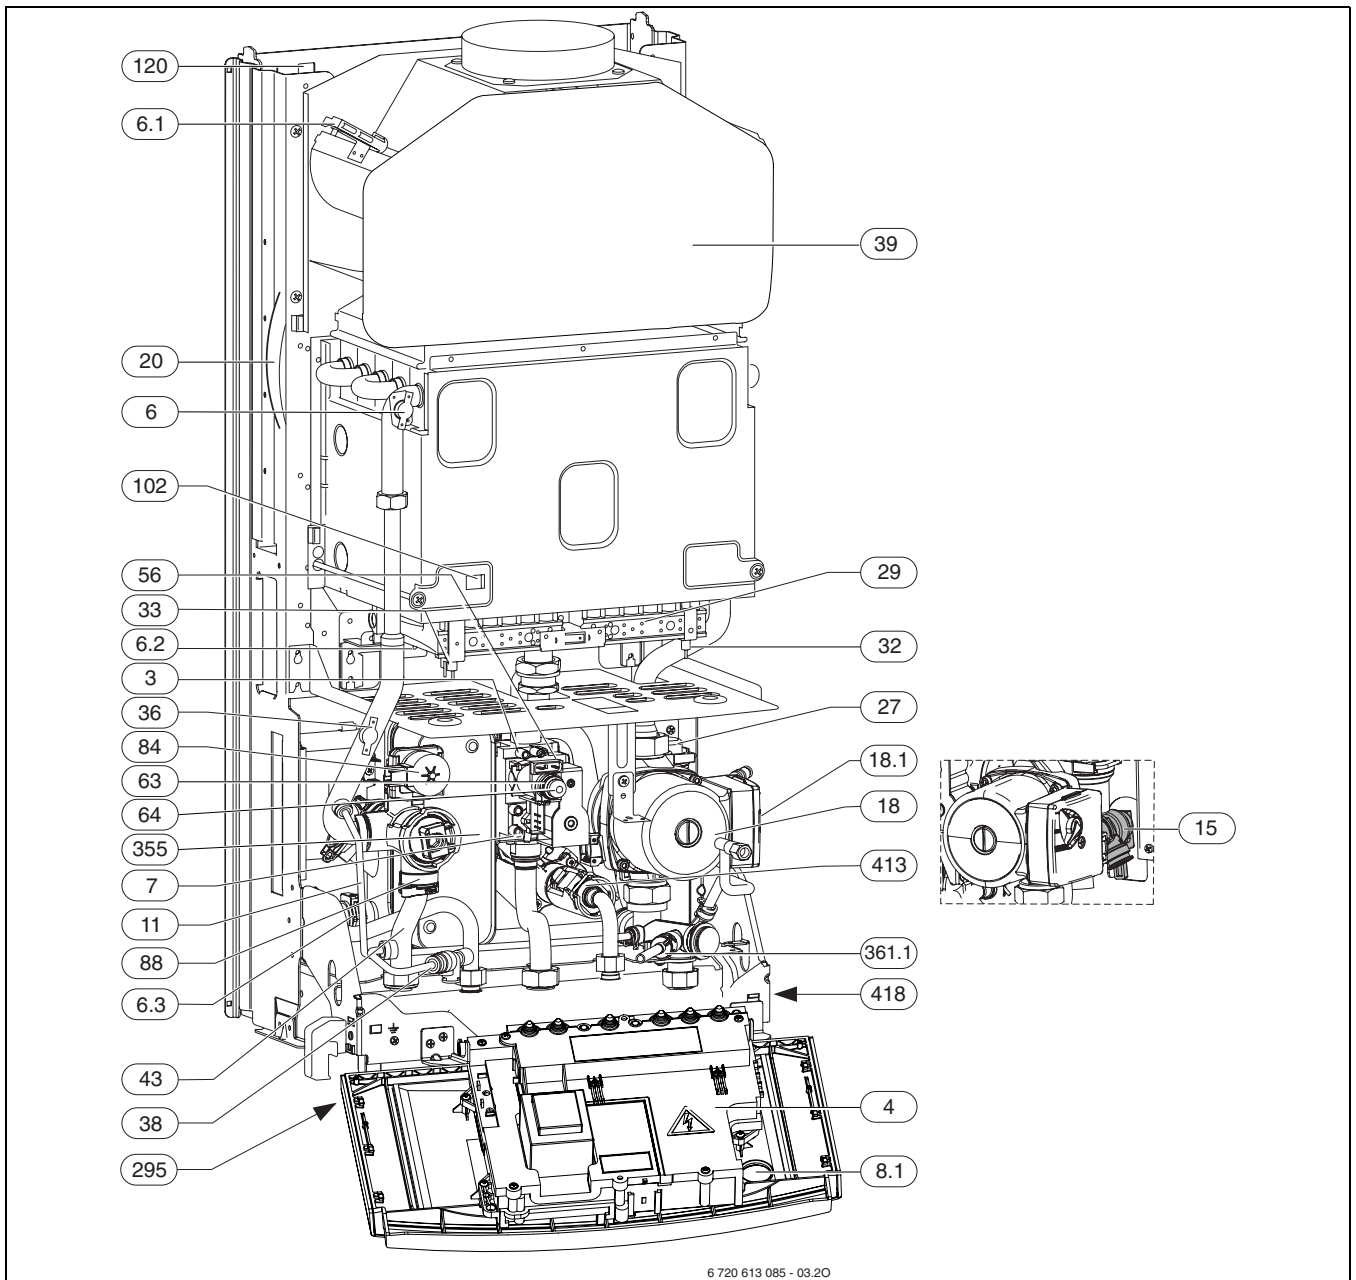

Fig. 3
A chapa de características (418) encontra-se no lado direito inferior, na travessa (→ fig. 3).